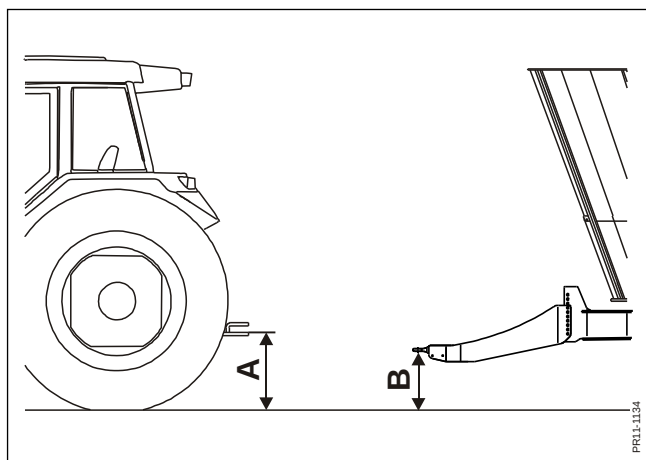

Fig. 2.1
Fig. 2.1 Mål højdeforskellen mellem traktorens (A) og maskinens (B) tilkobling. Medregn målet fra tilkoblingen. Hvis højdeforskellen er mere end 50 mm, skal hele trækket flyttes op/ned der hvor det er monteret på undervognen.